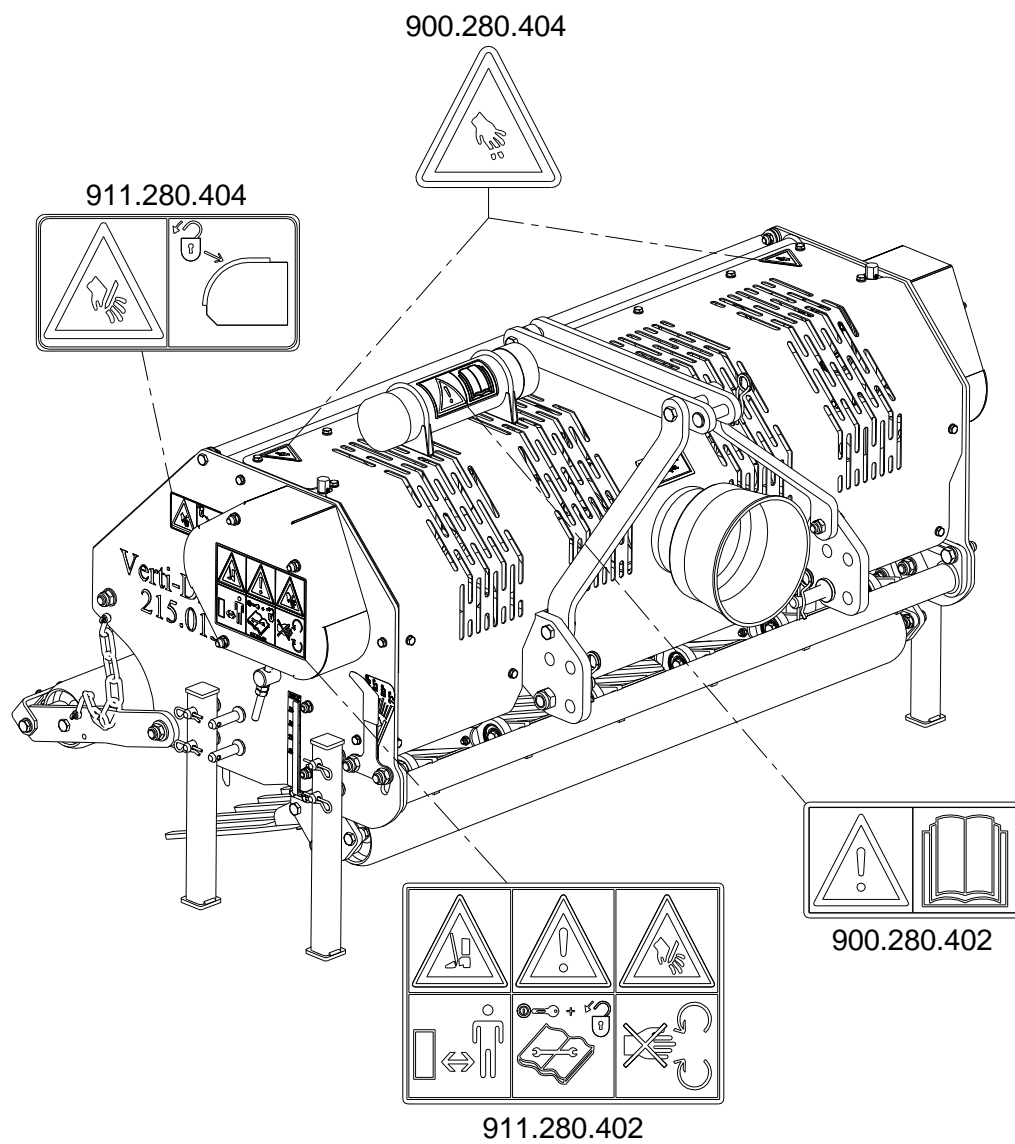

Fig. 7
(7) Emplacement des autocollants de sécurité. (Fig. 7)